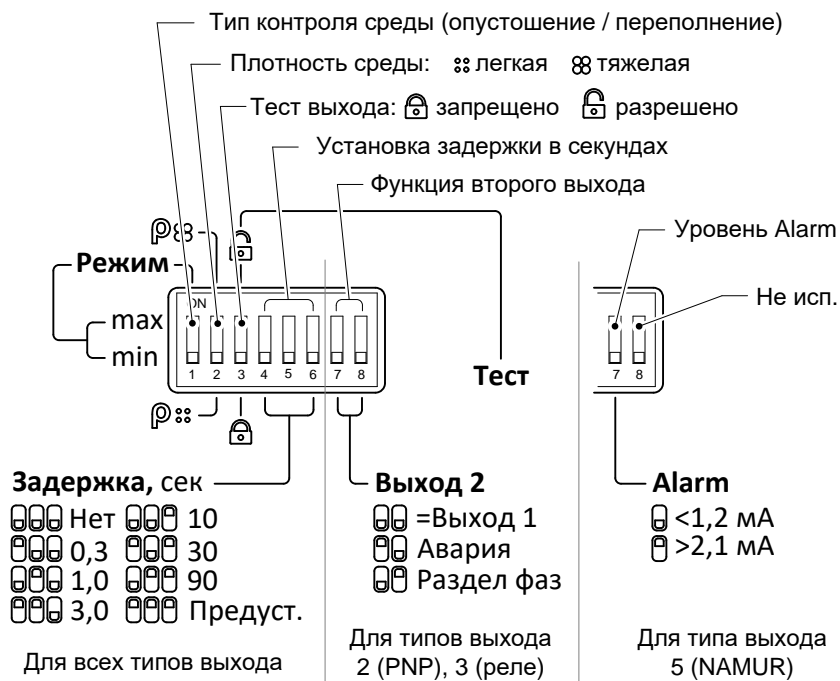

Рисунок 6 – Назначение секций микропереключателя
Внешний вид, обозначение и назначение элементов на панелях электроники сигнализаторов приведены на рис. 4а ...рис.6. Схемы внешних электрических подключений приведены в Приложении А.
Открутить крышку корпуса для доступа к панели электроники и установить движки микропереключателя на панели электронного преобразователя (см. рисунок 6):
- «» - запрещено: при нажатии кнопки тестирования выходов «Тест» (рисунок 6а) или при поднесении магнита к контрольной точке на корпусе (рисунок 5) состояние выходов не изменяется; при данной настройке возможен вход в режим калибровки (см. п.2 Приложения Д);
- «» - разрешено: при нажатии кнопки тестирования выходов «Тест» (рисунок 6а) или при поднесении магнита к контрольной точке на корпусе (рисунок 5) состояние выходов изменяется на противоположное (при удержании более 5 с – переключение с тактом 5 с);
Сразу после включения электропитания и непрерывно в процессе работы сигнализатор осуществляет самодиагностику. Перечень состояний неисправности и индикация – согласно таблице 4. Выходы сигнализатора в состоянии неисправности устанавливаются в состояния, определенной таблицей 6. В процессе работы, переход в состояние неисправности, после его обнаружения в процессе самодиагностики – производится через время задержки, установленное группой микропереключателей «Задержка» (см. рисунок 6). После прекращения действия события, вызвавшего переход в состояние неисправности (например, разблокировка камертона сенсорной части) переход в режим нормального функционирования осуществляется без задержки. После включения электропитания сперва осуществляется самодиагностика, если в ее процессе обнаружено состояние неисправности – выходы устанавливаются в соответствующее ему состояние без задержки.